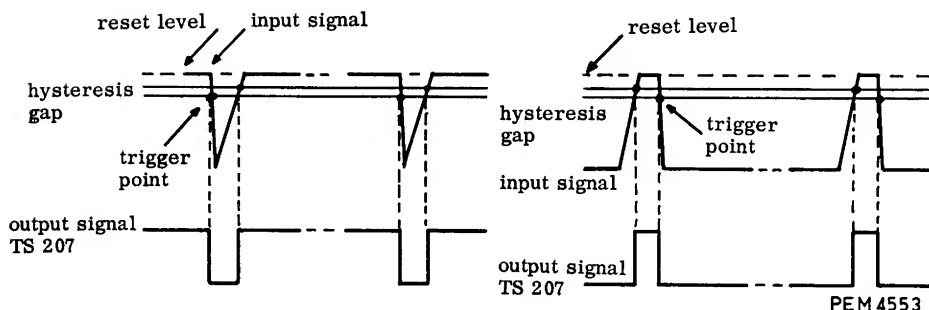

Fig. 9. Werking impulsvormer voor triggering (topwaarde)
- b. „TOP”. In deze stand vindt niveauherstelling plaats van het aangeboden wisselspanningsgekoppelde signaal, waardoor triggering plaats vindt zoals in fig. 9 is aangegeven; links voor negatief-gaande signalen, rechts voor positief-gaande signalen, (trigger slope negatief).